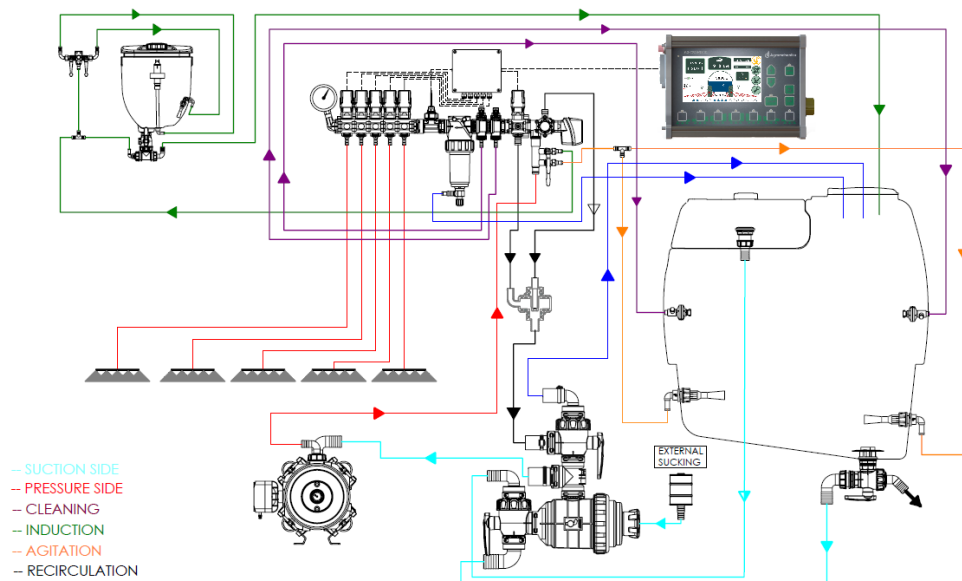

Bild 67
- Regulierung mit MAIN-Ventil (Bild 67)